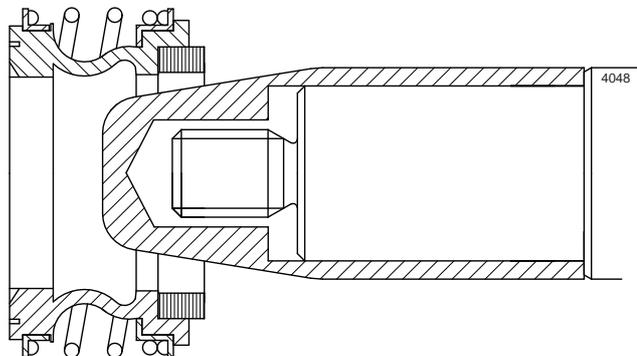

Figura 10: Casquillo de montaje especial.
- *Herramientas especiales: Montar la unidad de retén mecánico es más sencillo cuando se utiliza un casquillo de montaje ahusado especial. De esa manera, se cubren los bordes afilados del eje y se reduce el riesgo de que la junta se deteriore durante el montaje. Consulte figura 10.*